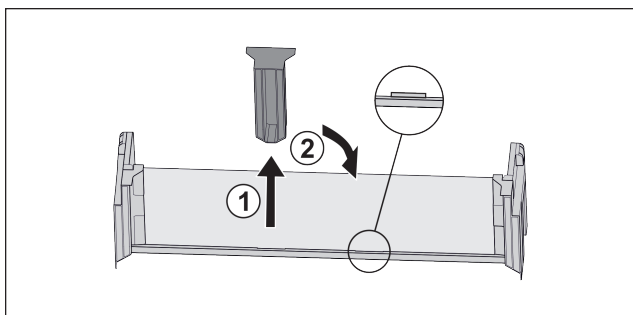

Fig. 28
- 拉出中间的定位件 Fig. 28 (1)。
- 将中间的定位件插入第二个位置 Fig. 28 (2)。